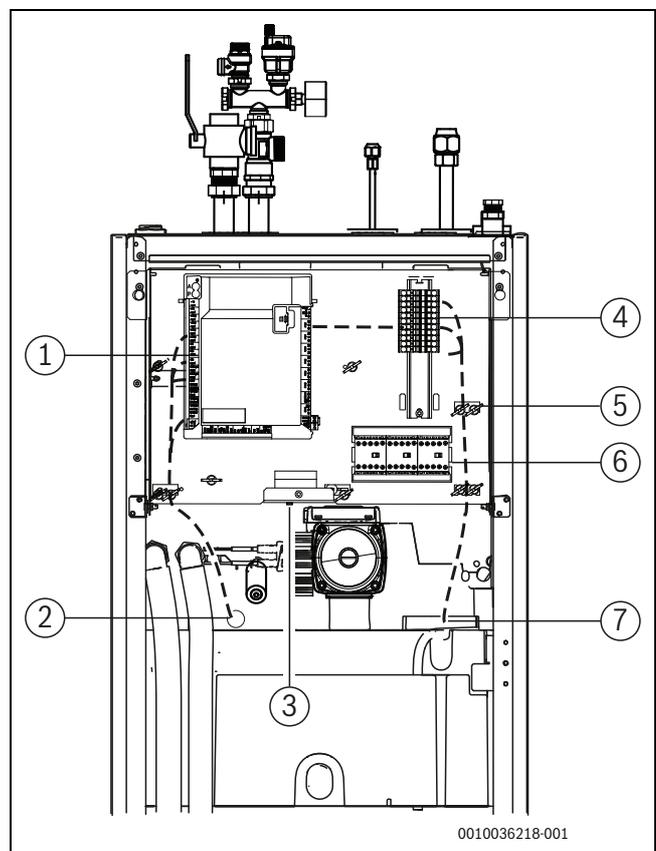

Bild 11 Übersicht Kabelkanäle und elektrische Komponenten
- ▶ Führen Sie die Stromkreiskabel durch den mit 230 V/400 V gekennzeichneten Stromkreiskabelkanal an der Oberseite des Geräts (siehe Abb. 11). Führen Sie die Kabel bis zur Vorderseite des Geräts durch.